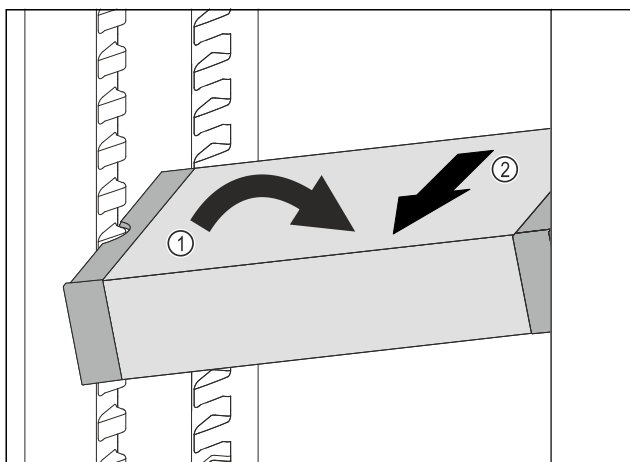

Fig. 117
- ▶ Наклонете VarioSafe в хладилната част. *Fig. 117 (1)*
- ▶ Извадете VarioSafe напред. *Fig. 117 (2)*